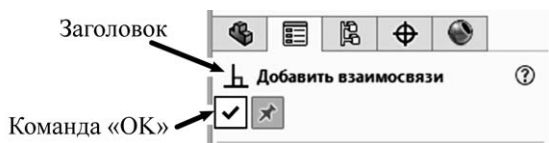

Рис. 1.4
I. В *Диспетчере команд* во вкладке «Эскиз» разворачиваем выпадающее меню команды «Отобразить/Скрыть взаимосвязи» и выбираем команду «Добавить взаимосвязи». Затем указываем примитив или примитивы в графическом окне. Далее в панели «Дерево построений» во вкладке «Менеджер свойств» в группе «Добавить взаимосвязи» указываем команду с соответствующей геометрической взаимосвязью. Для завершения выполнения команды во вкладке «Менеджер свойств» в заголовке «Добавить взаимосвязи» выбираем команду «ОК» (рис. 1.4).